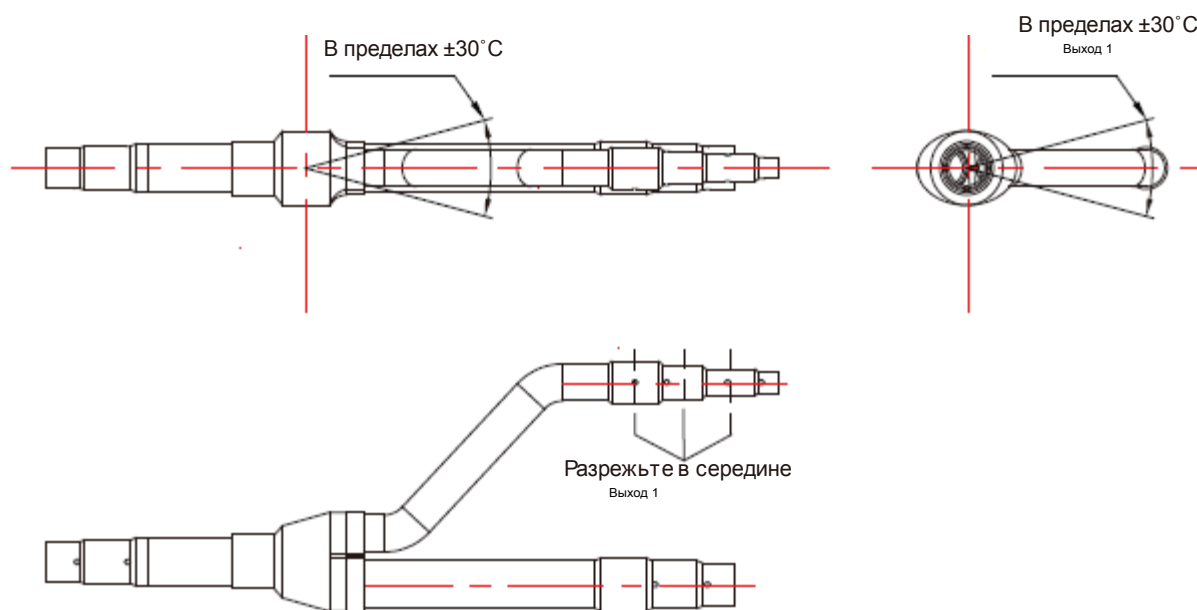

Рис. 35
(2) Y-образный разветвитель имеет несколько секций с сечением разного размера, что облегчает его соединение с медными трубками различного диаметра. Используйте труборез для осуществления разреза в середине секции с различным сечением, а также для удаления заусенцев. См. Рис. 35.
(3) Y-образный разветвитель может быть установлен вертикально (направление потока снизу вверх или сверху вниз) или горизонтально.